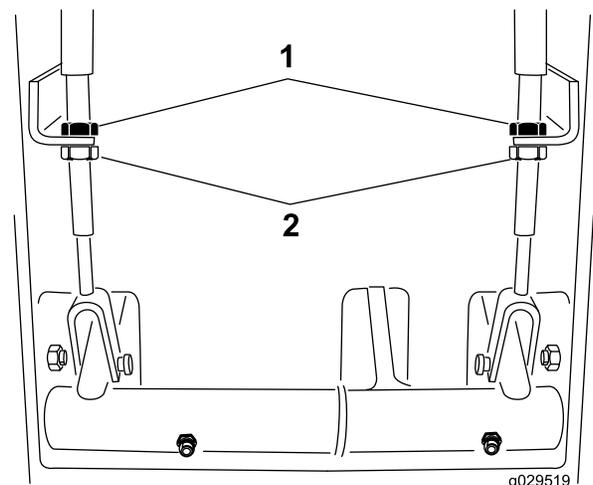

Figura 71
2. Para reducir la holgura de los pedales de freno, afloje las contratuercas delanteras en el extremo roscado del cable de freno (Figura 71).